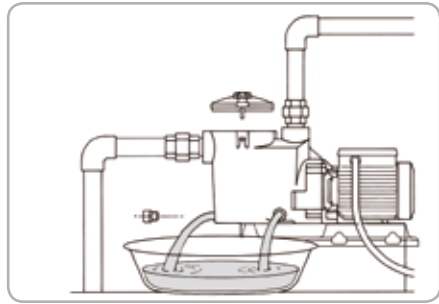

Fig.9
- Se desfac dopurile pentru golire din partea inferioară și apoi se lasă să se scurgă apa din instalație (Fig.9).